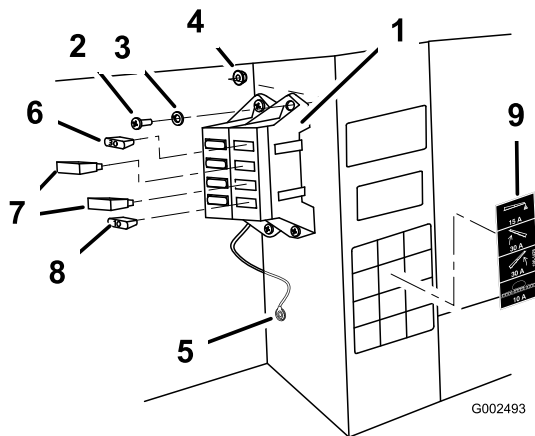

Figura 8
5. Utilizzando la rondella dentata collegate il cavo nero di terra al bullone 1/4 pollici sulla parte interna del telaio del veicolo (Figura 8).
7. Usando le due viti (#10-24 x 3/4 pollici) e due dadi di bloccaggio (#10-24), montate il portafusibili e il cablaggio preassemblato sul telaio insieme al portafusibili già esistente, come illustrato in Figura 8.
- A. Installate i due interruttori termici da 30 A alle fessure (di destra e di sinistra) del fusibile di sollevamento delle barre (Figura 8).
- B. Installate il fusibile da 10 A sulla fessura del fusibile di alimentazione dell'irroratrice (Figura 8).